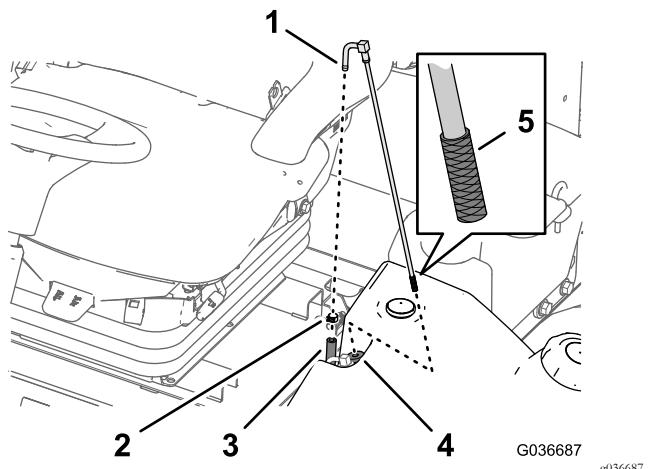

Figura 44
1. Retire a abraçadeira de tubos que prende o tubo de alimentação do combustível à união do tubo de recolha de combustível (Figura 44).
2. Separe a tubagem da união (Figura 44).
3. Levante o tubo de recolha de combustível do depósito do combustível (Figura 44).
4. Limpe quaisquer detritos no filtro na extremidade do tubo de recolha de combustível (Figura 44).
5. Insira o tubo de recolha de combustível através do casquilho de borracha e no depósito (Figura 44).